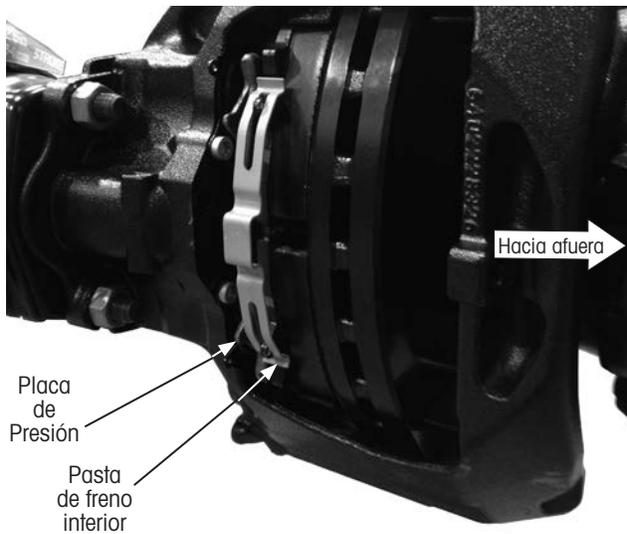

Figura 32: Inserting new brake pad, inboard
5. **Inserte** la pasta de freno interior (Figura 32).
6. **Empuje manualmente** el caliper de freno hacia afuera hasta que las pastillas de freno haga contacto con el rotor (Figura 32).